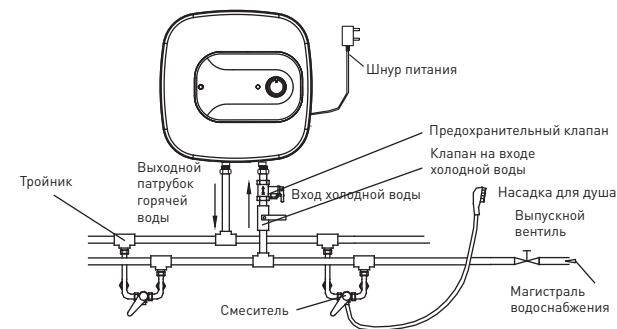

Рис. 6
- Если пользователь хочет обеспечить поступление воды в несколько точек водоразбора, тогда нужно обратиться к Рис. 6 для ознакомления со способами подключения к трубопроводу.